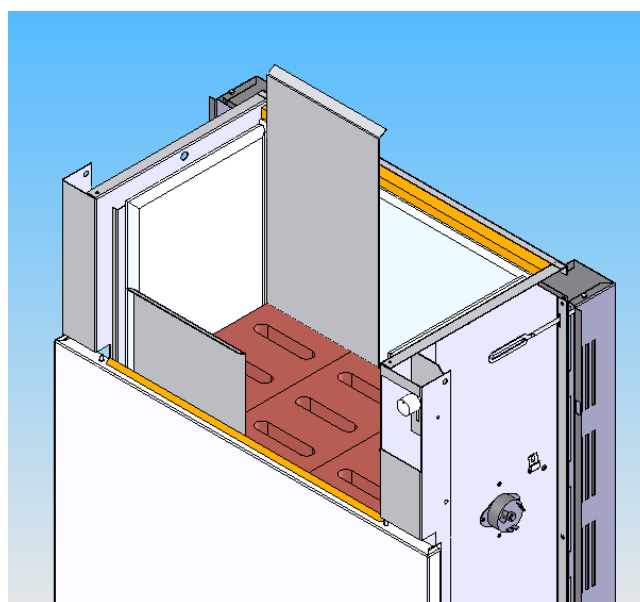

fig.5 Insérez les briques creuses SP27
10. Insérez les briques creuses SP27 (Fig.5).